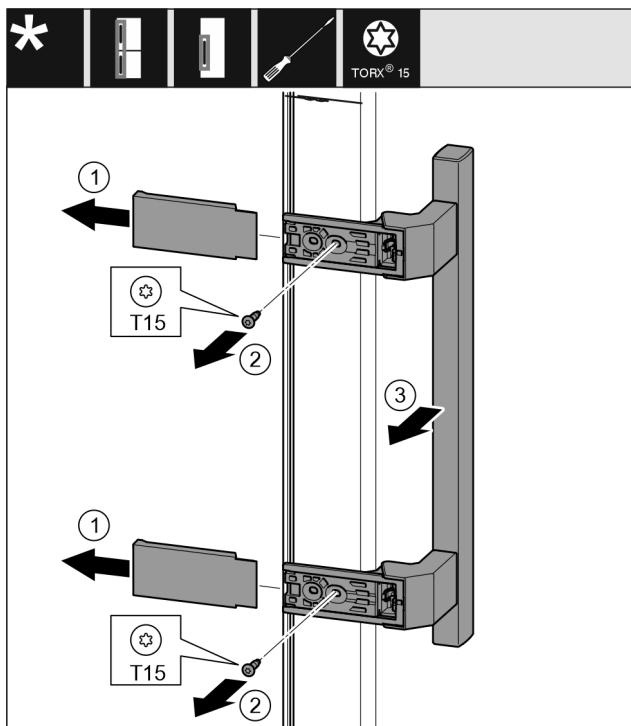

Fig. 19
- Свалете капака. Fig. 19 (1)
- Отвийте винтовете с отвертка Torx 15. Fig. 19 (2)
- Свалете дръжката. Fig. 19 (3)
- С плоска отвертка внимателно повдигнете страничната тапа и я извадете. Fig. 19 (4)
- Отново поставете тапата от другата страна. Fig. 19 (5)